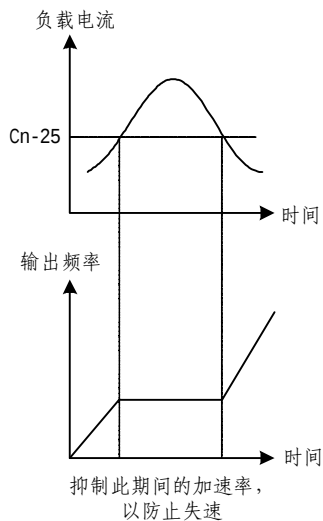

图 4-15 加速中失速防止功能
b. 异常动作重置后（按下 RESET 键或故障复位端子③动作）
(19) 加速中失速防止动作基准 (Cn-25)
(20) 运转中失速防止动作基准 (Cn-26)
- 加速中失速防止：电机在加速中，当电流超过 Cn-25 设定值时，会自动停止加速，使电机电流不会再上升。而当电流低于 Cn-25 设定值时，则可自动再加速运转。请参考图 4-15。